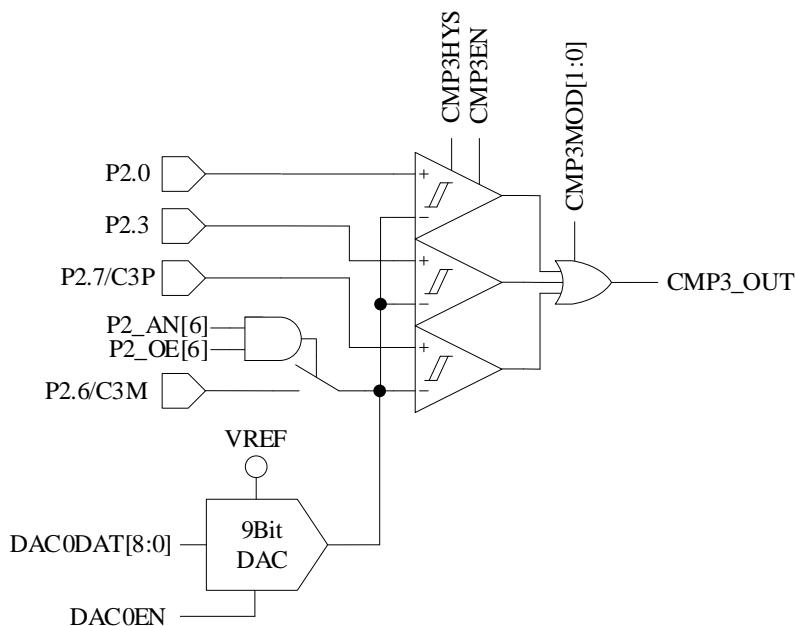

图 29-4 三比较器输入模式
- 配置 CMP_CR1[CMP3MOD] = 1X，CMP3 为三比较器输入模式，具体输入输出端口及接法如图 29-4 所示